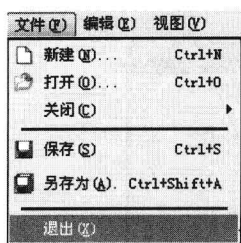

图 1-5 用菜单退出 UG 软件
- (1) 选择菜单【文件】|【退出】，可以退出 UG NX 8.0 软件，如图 1-5 所示。
- (2) 单击软件主窗口右上角的“关闭”按钮.